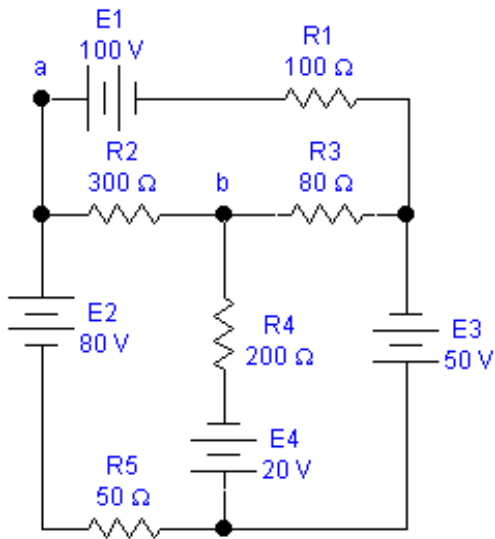
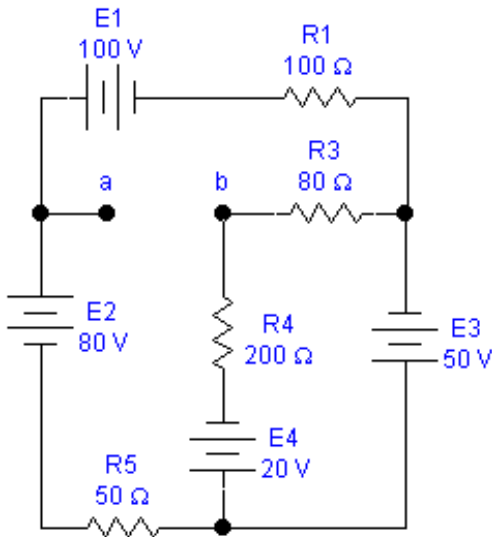

Рис. 1.7– Схема електричного кола.
Рис. 1.8 – Перетворена схема кола.
**Приклад 3.** Розглянемо приклад застосування законів Кірхгофа для більш складного кола що наведено на рис.1.7. Дане коло можна поділити на три замкнених контури, які відображені на рисунку кола з напрямками позитивного обходу. Загальне коло має чотири вузли і тому треба скласти три рівняння за першим законом Кірхгофа. Ще три рівняння треба скласти за другим законом Кірхгофа. Система рівнянь для розв'язання даної задачі має вид
Знак “-” перед струмом  $I_1$  означає що дійсний напрямок значення струму протилежний тому що наведений на рис. 1.7.
**Приклад 4.** Розглянемо коло, що наведено на рис. 1.7. Необхідно визначити струми у гілках даного кола методом контурних струмів. Для даної задачі поділення на замкнені контури залишаємо без зміни як для попередньої задачі. що вирішувалася за законами Кірхгофа. Вводимо три контурних струми які позначаємо як  $I_1, I_2, I_3$ . Їх позитивний напрямок вказано стрілками. Система рівнянь для даної схеми за методом контурних струмів має вигляд
**Приклад 5.** Знайдемо струм на ділянці кола з опором  $R_2$  для схеми що наведена на рис. 1.7. методом еквівалентного генератора. Згідно з цим методом розмикаємо схему у ділянці з опором  $R_2$  і відносно точок  $a$  та  $b$  знаходимо значення  $E_{Pcab}$  та внутрішній опір кола відносно цих точок. Для кращого розуміння використання цього методу доцільно після схемних перетворень знову малювати схему кола. Після вилучення опору  $R_2$  схему доцільно представити у вигляді, що наведений на рис.1.8.